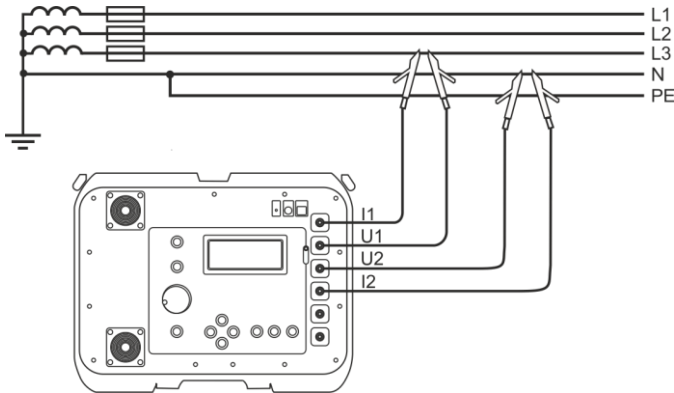

Abb. 21 Messen der Impedanz im aktiven Netz (L-N) mit der 4-Leiter Methode
- Verbinden Sie die Messleitung wie in Abb. 21-Abb. 24 beschrieben: